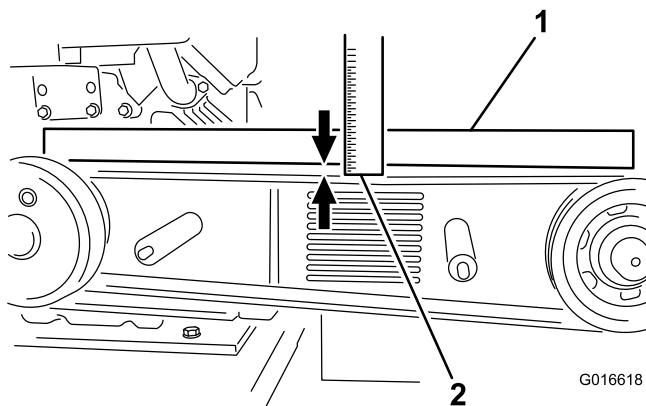

Figura 27
- 6. Coloque una regla sobre las poleas del embrague y del volante, y apriete el perno tensor de la correa hasta que la correa se desvíe 0.40 pulgadas (1 cm) al aplicar una presión de 15 libras (6.8 kg) en el centro de la correa (al tensar una correa usada) o de 18 libras (8 kg) al instalar una correa nueva (Figura 27).